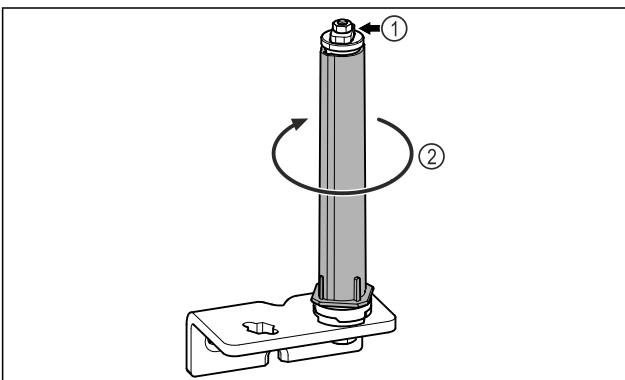

Fig. 16
- ▶ Ne szedje szét az ajtózáro rendszert Fig. 16 (1).
- ▶ Forgassa el a zárórendszert Fig. 16 (2), amíg az be nem kattann.